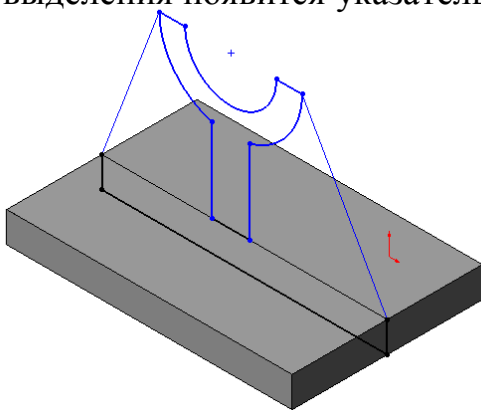

Рис. 11. Основание модели
3. Выделите второй контур и вытяните его на требуемое расстояние (рис. 11, 12).
7. Установите в счетчике **Глубина** значение 52 и щелкните по кнопке ОК в менеджере свойств **Вытянуть**. Основание модели, созданное путем вытягивания выделенного контура, показано на рис. 11.